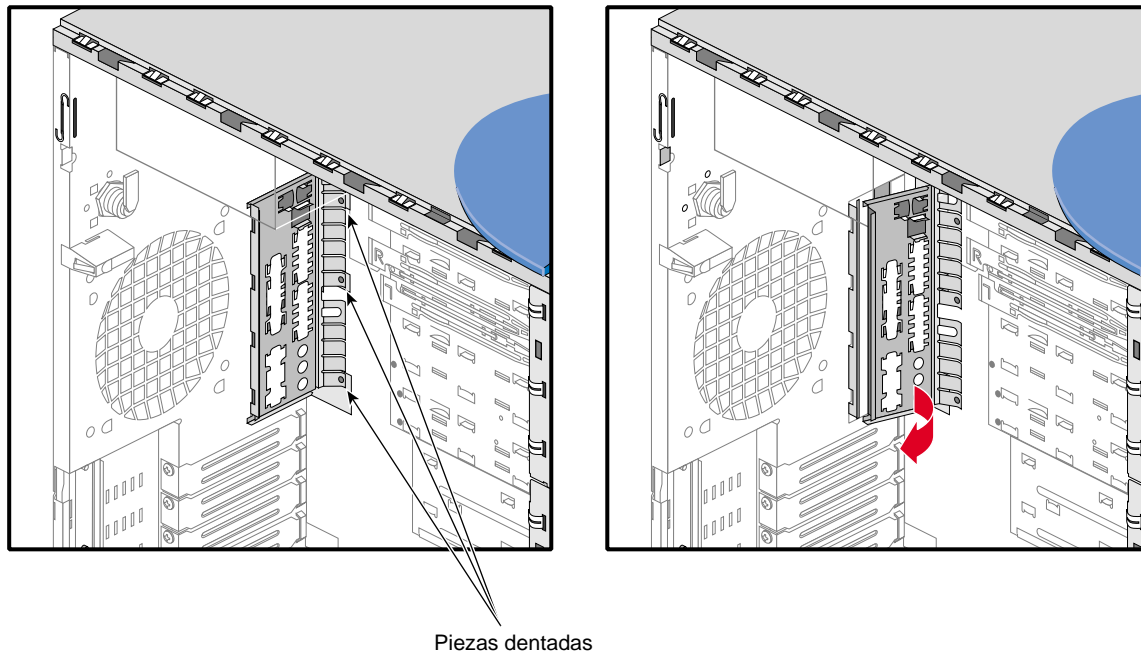

Figura 2-32 Extracción de la junta del panel de E/S
2. Localice las tres piezas dentadas en la parte inferior de la junta del panel de E/S, según se muestra en la Figura 2-32.